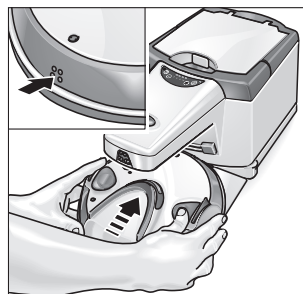

Fig. 7: Messa in funzione dopo un lungo periodo
- Posizionare il robot nella stazione e premere per circa 60 secondi i contatti di ricarica del robot contro i contatti di ricarica della stazione (Fig. 7).